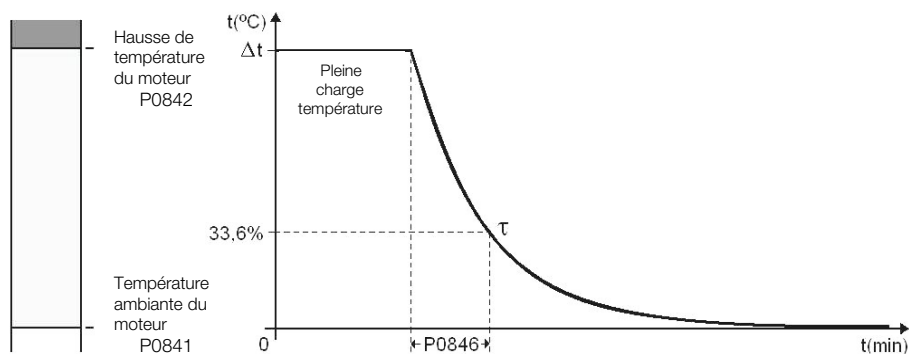

Figure 15.10 : Constante de refroidissement du moteur hors tension
- P0846 règle la constante de refroidissement du moteur, comme illustré sur la Figure 15.10.